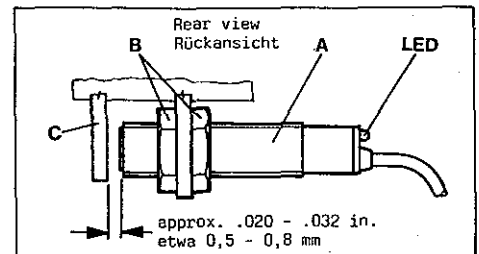

Fig.56
The proximity switch (A, Fig. 56) prevents the motor respectively the sewing machine from running, when the thread trimmer mechanism is not in its extreme right end position (home position). Adjust as follows:
Set the face of proximity switch (A, Fig. 56) with nuts (B) close to lever (C) until the light emitting diode (LED) lights up. The distance between proximity switch (A) and lever (C) is normally approx. 0.5 to 0.8 mm (.020 to .032 in.). When moving the thread trimmer mechanism about 0.5 mm (.020 in.) from its right end position to the left, the LED must go out and the motor respectively the sewing machine will not start to run when depressing the motor treadle.
Der Näherungsschalter (A, Fig. 56) verhindert das Laufen des Motors bzw. der Nähmaschine, wenn der Fadenabschneidermechanismus nicht in seiner äußerst rechten Endstellung (Ruhestellung) ist.
Stellen Sie die Stirnfläche des Näherungsschalters (A, Fig. 56) mit Hilfe der Muttern (B) so nahe an den Hebel (C), daß die Leuchtdiode (LED) aufleuchtet. Der Abstand zwischen Näherungsschalter (A) und Hebel (C) ist normalerweise etwa 0,5 bis 0,8 mm.